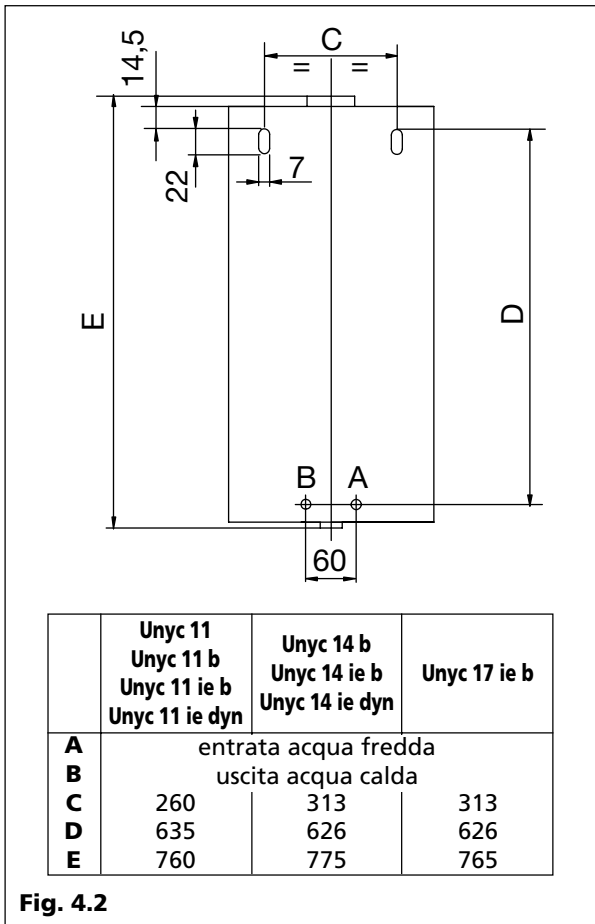

Fig. 4.2
- In Fig. 4.2 vengono indicate le quote dell'apparecchio per il suo fissaggio a parete (utilizzare viti e tasselli adeguati).